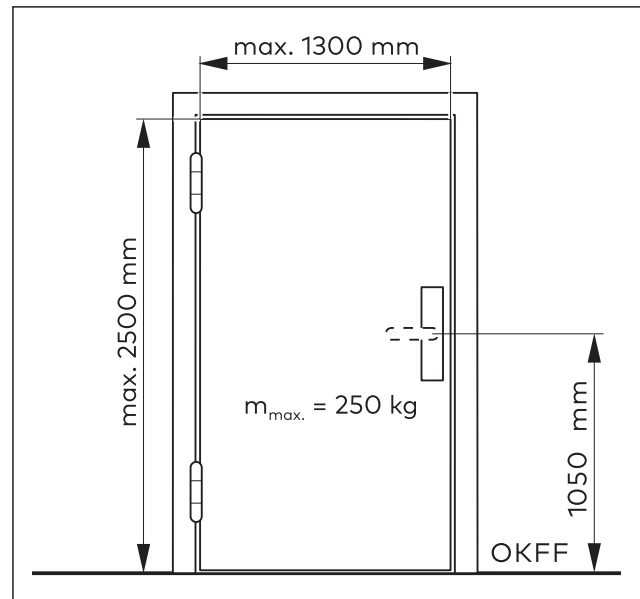

Abb. 9 Voraussetzungen für die Tür
- Die Tür entspricht den Angaben in Abb. 9 und ist maximal 5 mm verformt.